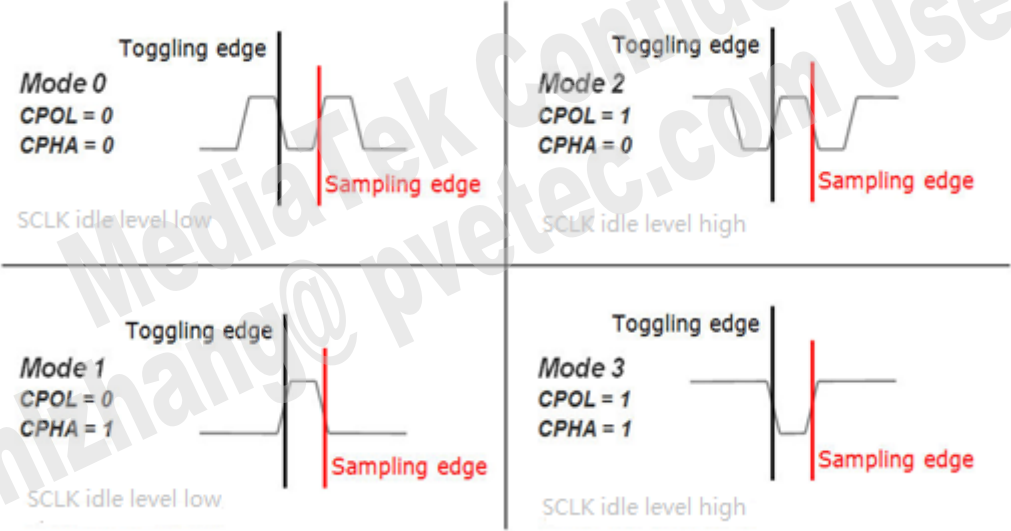

图 1-2. 四种通信模式波形
- 有四种通信模式可用（模式 0、1、2、3），参见图 1-2